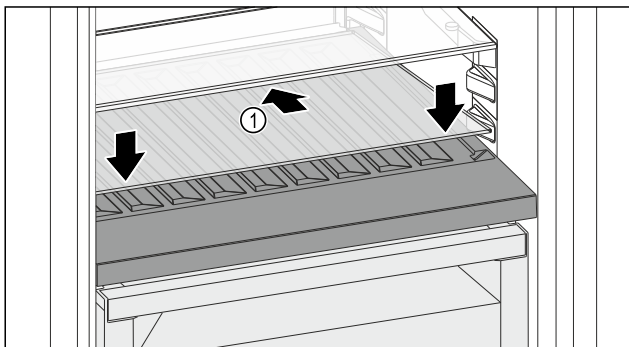

Fig. 100
- ▶ Așezați placa de sticlă Fig. 100 (1) oblic și spre spate înclinată în jos.
- ▶ Coborâți în față placa de sticlă Fig. 100 (1).